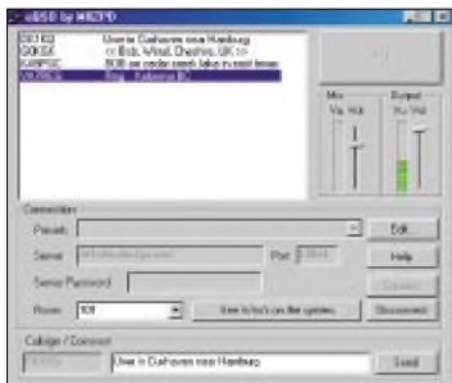

Bild 2: M0ZPD Internet Gateway Client während einer laufenden Verbindung
2. starten Sie *M0ZPD Internet Gateway Client* (siehe Bild 2);